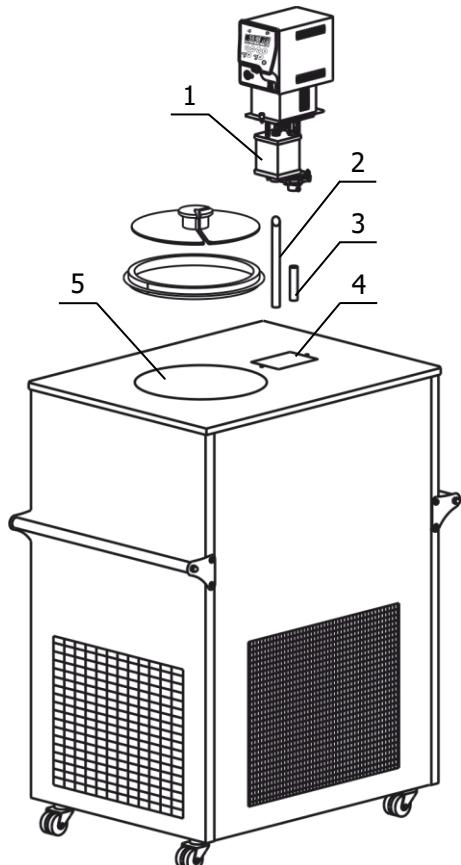
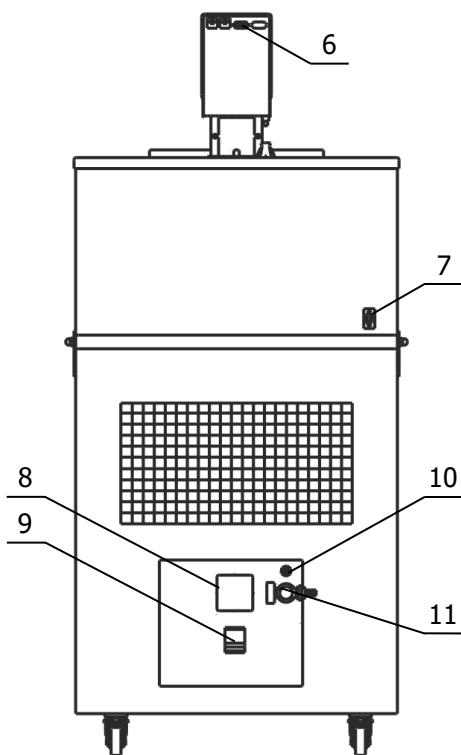

Рисунок 4 — Установка блока регулирования
Рисунок 5 — Задняя панель термостата
2.2.3 Вставить входную трубку насоса 3 (рисунок 4) во входной патрубок блока регулирования на 15 мм и зафиксировать ее винтом.
2.2.6 К переливному штуцеру 10 (рисунок 5) присоединить гибкий шланг, второй конец которого опустить в емкость для сбора излишков теплоносителя объемом 1.5–2 литра.
2.2.7 Заполнить ванну термостата теплоносителем через отверстие над рабочей ванной 5 (рисунок 4) до момента начала слива теплоносителя из переливного штуцера 10 (рисунок 5). Температурный диапазон применения теплоносителя должен соответствовать значениям, указанным в 1.2.6.
2.2.8 Вставить вилку сетевого кабеля блока регулирования в розетку 8 (рисунок 5). Соединить кабелем из комплекта поставки блок регулирования (разъем 6) и холодильную машину (разъем 7). Сетевой кабель термостата подключить к питающей сети. Для этого в лабораторном помещении должна быть установлена электрическая розетка из комплекта поставки термостата.
2.2.9 Автоматический выключатель 9 (рисунок 5) перевести в положение «включено».
Причина отсутствия перелива — неправильная работа насоса, вызванная воздушной пробкой, образовавшейся в резервуаре 1 (рисунок 4). Для ее устранения необходимо:
2.3.4 При работе термостата на температурах, близких к нижней границе диапазона регулирования необходимо доливать этиловый спирт до момента слива его из переливного штуцера 10 (рисунок 5) при охлаждении термостата на каждые 10 °C.
- на короткое время перевести автоматический выключатель 9 (рисунок 5) в положение «выключено»;
2.4.4 Для повторного запуска холодильной машины после наступления аварийной ситуации необходимо отключить питание термостата, для этого перевести автоматический выключатель 9 (рисунок 5) в положение «выключено».
2.5.2 Надеть сливной шланг из комплекта поставки на сливной кран 11 (рисунок 5) и закрепить его хомутом. Свободный конец шланга опустить в емкость для сбора теплоносителя объемом, превышающим объем термостата.